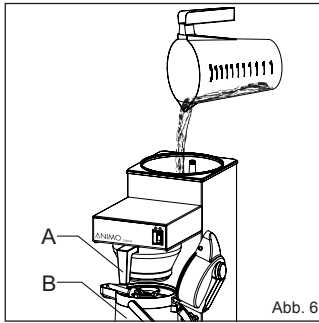

Abb. 6
- ± 3 Liter Wasser in den Kaltwasserbehälter füllen (siehe Abb. 6).
- Jetzt füllen Sie einen Maßbecher (Abb. 1E) kaltes Wasser in den Wasserbehälter gießen (siehe Abb. 6). Der Brühvorgang wird jetzt gestartet.